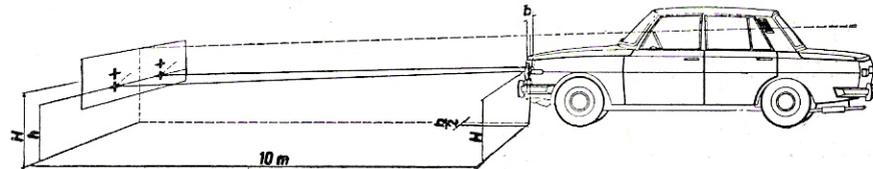

Bild 67
2. Fahrzeug auf waagrechttem Boden 10 m vor einer senkrecht stehenden Einstelltafel aufstellen (Bild 67).
5. Ausrichten des Fahrzeugs rechtwinklig zur Einstellwand (Bild 67).